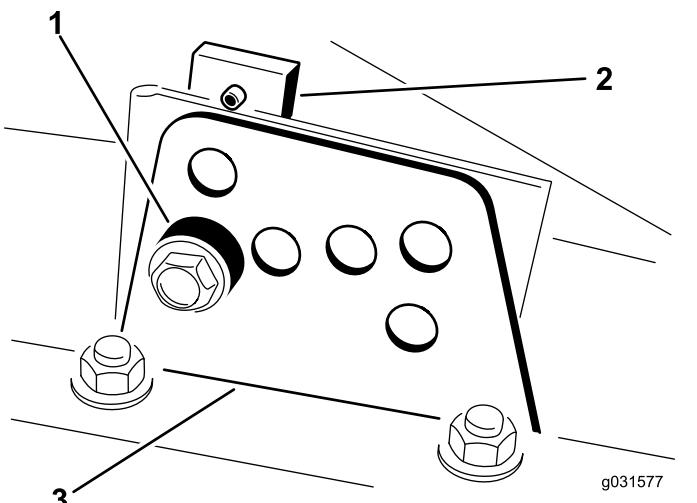

Figura 17
2. Afloje el perno que sujetla cada soporte de altura de corte a la pletina de altura de corte (delante y en cada lado), tal y como se muestra en la Figura 17.
4. Sujetando la cámara, retire el espaciador (Figura 17)